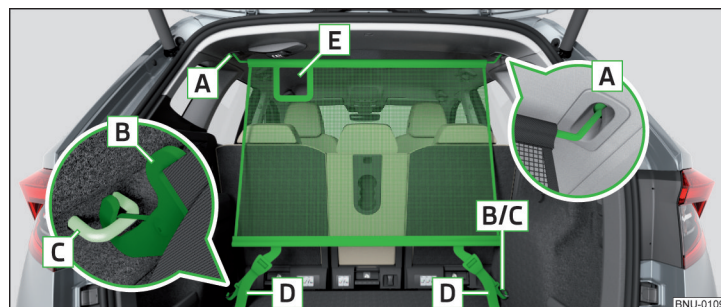

Fig. 139 Red de separación detrás de los asientos traseros
- Para **instalar** la barra transversal en la toma **A**, primero colocarla por un lado y presionarla hacia adelante. Introduzca de igual modo la barra transversal en el otro lado del vehículo en el alojamiento **A** » fig. 139.
- Tensar las correas en los finales libres **D** » fig. 139.